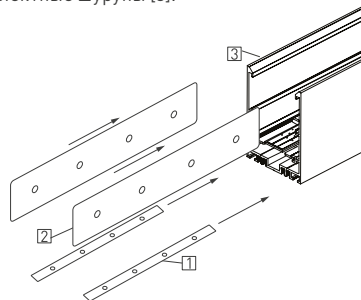

Рис. 5. Установка соединителей в пазы шинпровода
- 3.21. Установите в пазы шинпровода [3] коннекторы SIDE [2] и UP [1] на половину длины и закрепите их установочными винтами из комплекта поставки (см. рис. 5).